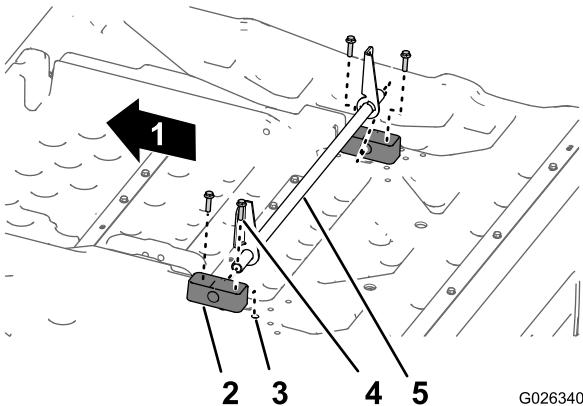

Figura 9
- 2. Insira a extremidade do tubo do conjunto do suporte de articulação no bloco de articulação (Figura 9).
- 3. Instale o outro bloco de articulação na outra extremidade do tubo do suporte de articulação (Figura 9).
- 4. Na **nova** caixa de carga, alinhe os orifícios de um novo bloco de articulação às inserções roscadas na caixa, anexe o bloco com os 4 parafusos de cabeça sextavada (3/8 x 1-1/2 pol.) e aperte os parafusos à mão (Figura 9).